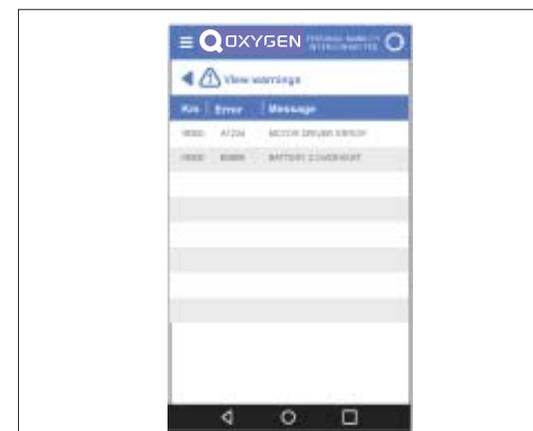

fig. 13
- afficher les erreurs détectées par le système fig. 13 ;